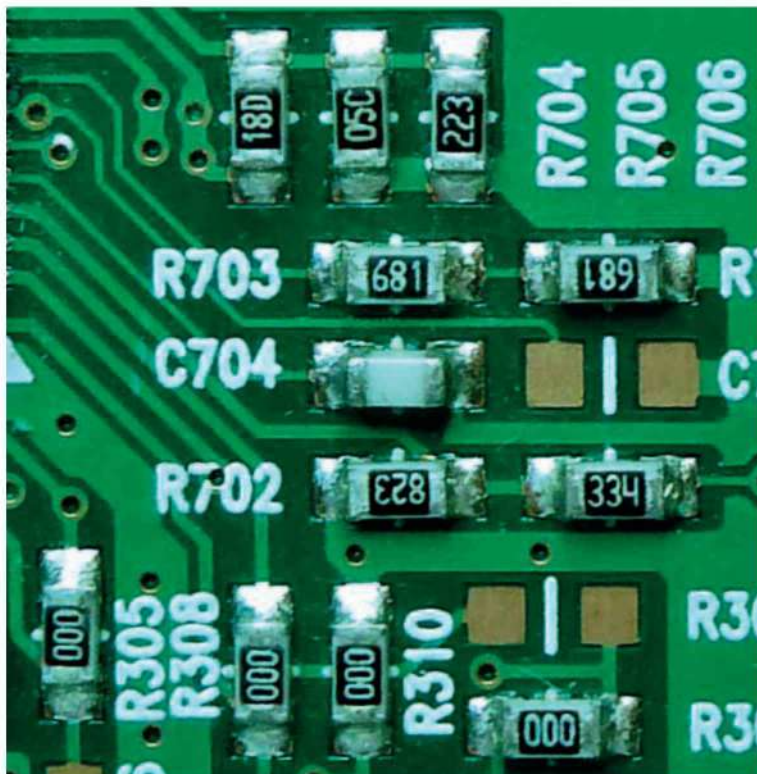

Figure 9-6. Différents marquages de résistances CMS
Sur la figure 9-6, on distinguera de gauche à droite et de haut en bas les codes 18D, 05C, 223, 681 (2), 823, 334 et 000 (4 fois), soit respectivement 150 k $\Omega$ , 11 k $\Omega$ , 22 k $\Omega$ , 680 k $\Omega$  (2), 82 k $\Omega$ , 330 k $\Omega$  et quatre résistances de valeur nulle (ponts de liaisons). Les tableaux de codification des composants sont fournis dans le chapitre 12.